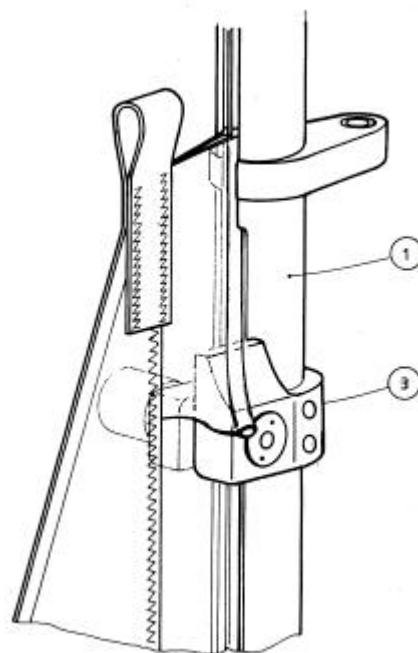

Fig.18
IV 14 - Enfiler la « double ralingue » dans la gorge tribord des profils de guindant (1), dont l'entrée est située à la 1^{ère} jonction **au-dessus** du guide-ralingue (3). Voir Fig. 18
V 1 - REGLAGE INITIAL DE L'ECARTEMENT DES GALETS (voir fig.18)
VI 2- POUR INTRODUIRE LA RALINGUE DANS LE GUIDE RALINGUE (voir Fig. 18)
VI 2 d - Engager la double ralingue directement dans la gorge tribord du profil de guindant (2). Voir Fig. 18.